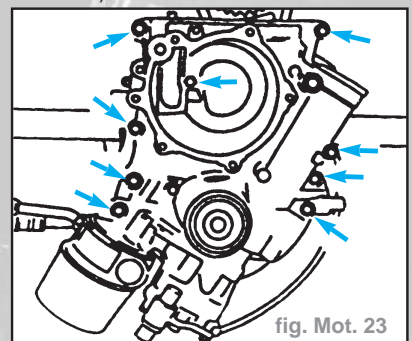

fig. Mot. 23
- Déposer le carter de distribution (fig. Mot. 23).